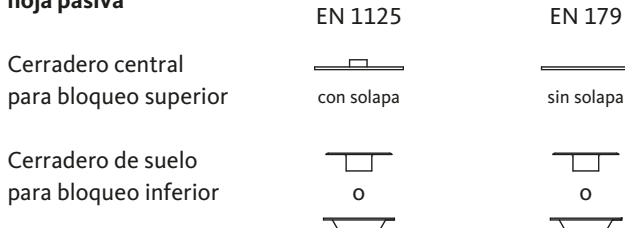

Fig. 2: Contornos admisibles para el cerradero central
- Debido a los diferentes diseños de marco, puede ser posible que desde fábrica no se provea del cerradero o similar apropiados. En este caso el fabricante de la puerta se hace completamente responsable, de acuerdo con el fabricante del herraje, para diseñar e instalar una solución equivalente como se ha solicitado. Ver también contornos de cerraderos aprobados (Fig. 2).
- Fije los dispositivos de cierre (cerraderos/cerradero central) al marco o a la hoja pasiva. Los resbalones-cerrojos tienen que insertarse en todo momento libremente y sin roce en los dispositivos de cierre. Si es necesario, adapte los contornos de los dispositivos de cierre al estado de la puerta (Fig. 2).